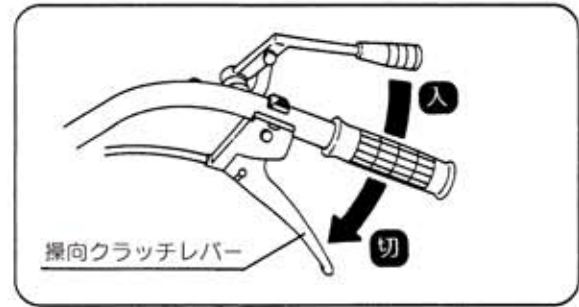

図11
- ① 主クラッチレバーを [切] 位置にします。(図11)